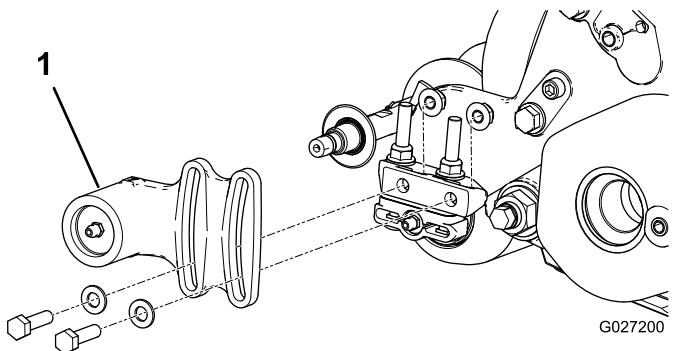
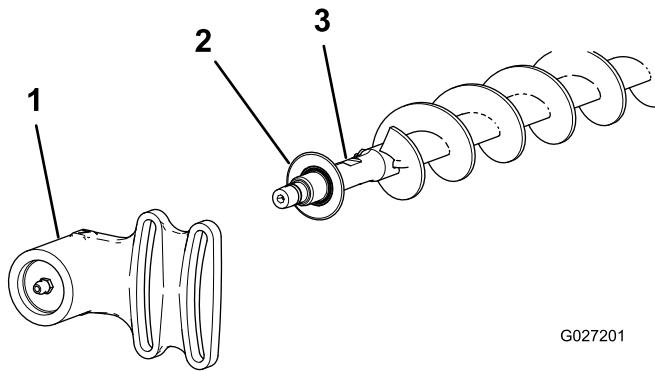

Figura 18
Figura 19
- Se sull'apparato di taglio è installata una spazzola per rullo, togliete i 2 bulloni, le rondelle e i dadi che fissano l'alloggiamento del cuscinetto secondario alla staffa di montaggio dell'alloggiamento del cuscinetto (Figura 18 e Figura 19).
- Fate scorrere l'alloggiamento del cuscinetto secondario e la guarnizione fino a estrarre dall'albero della spazzola (Figura 19).
9. Installate la guarnizione e l'alloggiamento del cuscinetto secondario sull'albero della spazzola (Figura 19).